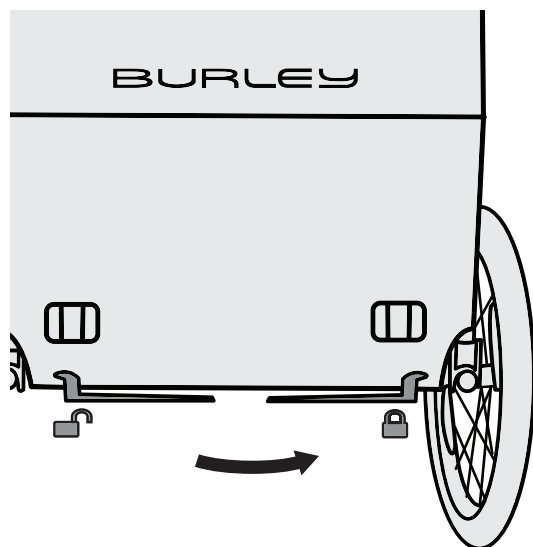

Figure 17
1. Faites glisser le levier sur la droite (Figure 17).